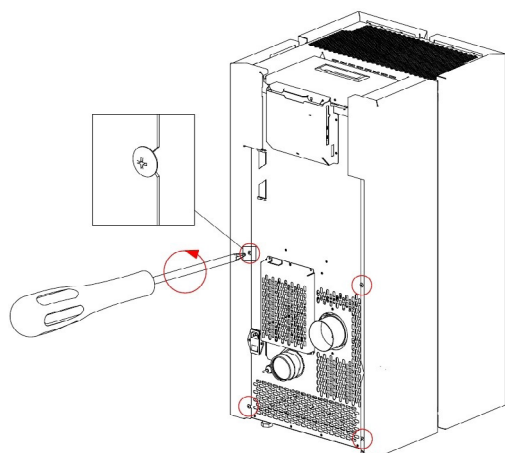

Fig. 36 - Entfernen der Schrauben
- Die 4 hinteren Schrauben herauschrauben (siehe **Fig. 36 auf S. 21**).